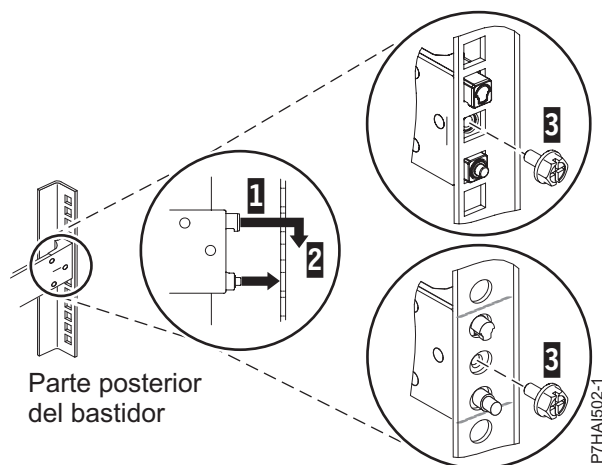

Figura 20. Alineación de las patillas con los orificios de la parte posterior del bastidor
3. Alinee las dos patillas de la parte posterior del riel deslizante con los orificios superior e inferior dentro de la unidad EIA seleccionada que se marcaron anteriormente. Tire del riel deslizante hacia usted para insertar las dos patillas en los orificios del bastidor (1), y baje el riel deslizante (2) para fijar el mecanismo de enganche de la patilla superior. Para obtener detalles, consulte Figura 20. Asegúrese de que las dos patillas sobresalen de los orificios del bastidor antes de continuar en el paso siguiente.